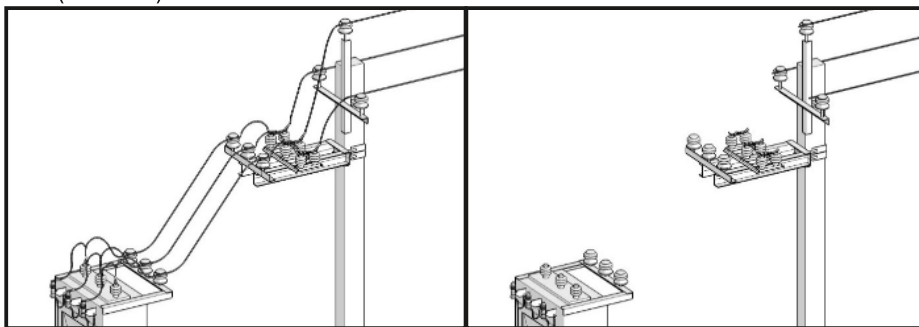

Рис. 44.
11.2.3. Демонтировать провода на участке от изоляторов концевой опоры до КТП (Рис. 44).